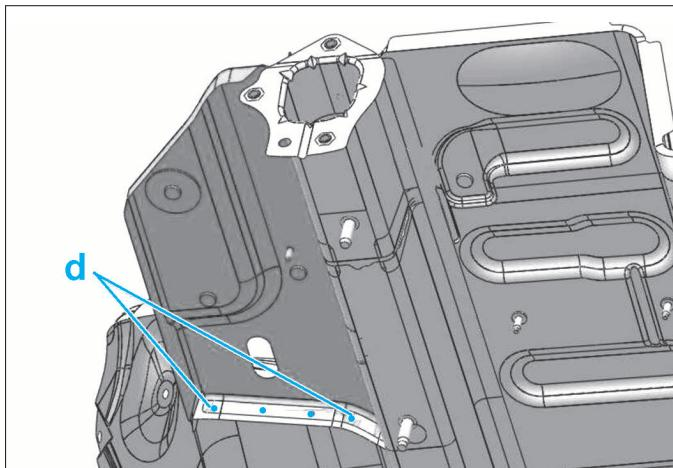

FIG. 126
- (d) par points électriques (Fig.126).
- les 4 points (d) (Fig.126).